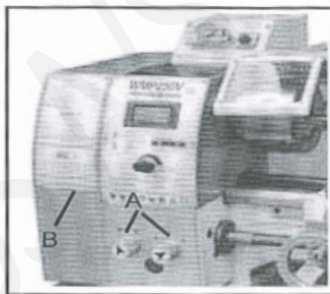

Fig. 22
1. Indstil drejeknappen (A, fig.22) for at vælge foderet retning og foder hastighed.
2. Brug tabellen (B, fig.22) på drejebænken for udvælgelse foderet hastighed eller gevindstigningen. Juster udvekslingstandhjul, hvis det ønskede foder eller gevindstigning ikke kan opnås med det installerede høre-apparatet.